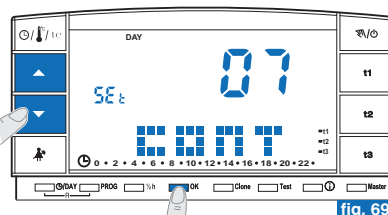
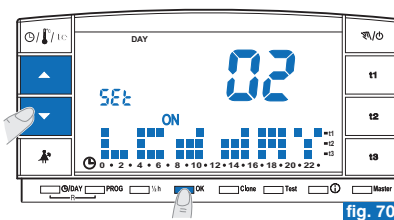
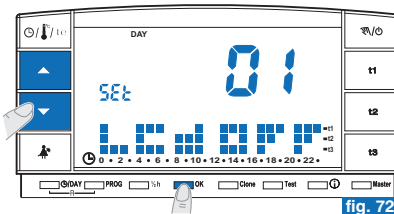

fig. 69
fig. 70
fig. 72
- Modifier la valeur de contraste sélectionnée en utilisant les touches  ; à chaque impulsion correspond une variation de 1 point (exemple sur la fig. 69).
- Sur la page-vidéo d'affichage du contraste de l'écran, (exemple en fig. 69) appuyer sur les touches ▲▼ pour visualiser le niveau "02" LCd d'AY (exemple en fig. 70).
- Sur la page-vidéo d'affichage du contraste de l'écran (exemple en fig. 69), appuyer sur les touches ▲▼ pour visualiser le niveau "01" LCd d'AY (exemple en fig. 72).